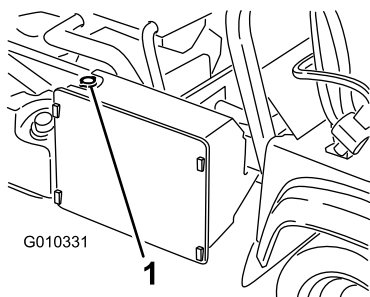

Figura 55
3. Togliete il tappo del radiatore (Figura 55).
7. Finite di riempire il radiatore e rimontate il tappo (Figura 55).